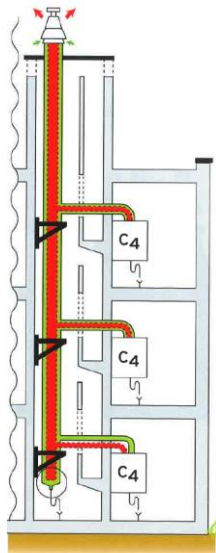
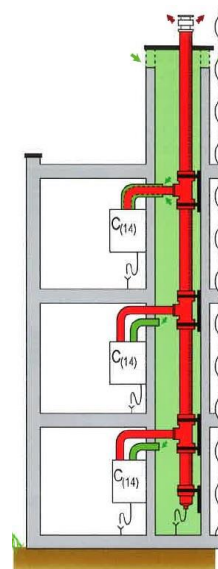

Fig.4: Prise d'air comburant et évacuation via un nouveau conduit concentrique placé dans l'ancienne cheminée (Source : CERGA)
Fig.5: Evacuation via un nouveau conduit placé dans l'ancienne cheminée et prise d'air comburant dans l'espace restant de l'ancienne cheminée (Source : CERGA).
**Néanmoins, ces solutions transitoires s'avèrent souvent moins intéressantes financièrement que le remplacement de l'ensemble des chaudières par des chaudières à condensation.** Et même, dans certains cas, le rachat, par la copropriété, des chaudières non à condensation récemment installées peut s'avérer globalement moins coûteux et faciliter l'obtention d'un accord sur la rénovation de l'ensemble des installations (tubage de la cheminée et remplacement de toutes les chaudières par des chaudières à condensation – Fig.4 et Fig.5).